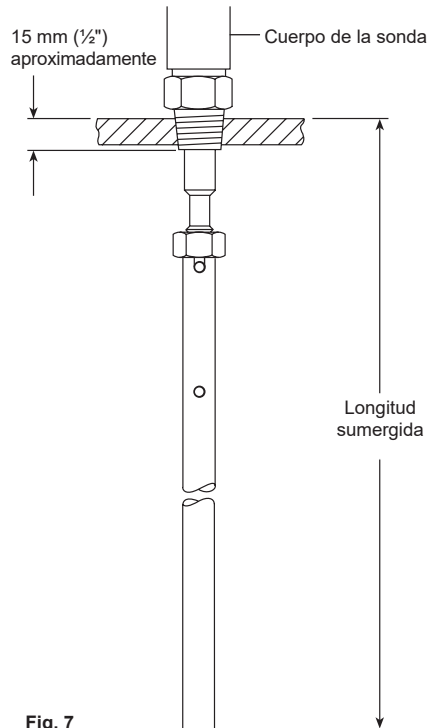

Fig. 7
- Enroscar la varilla de la sonda en el cuerpo de la sonda hasta el agujero para el pasador se alinee con el extremo de la ranura en la varilla (ver Fig. 7).
- Con una sierra fina cortar la punta de la sonda a esta longitud (ver Fig. 7).